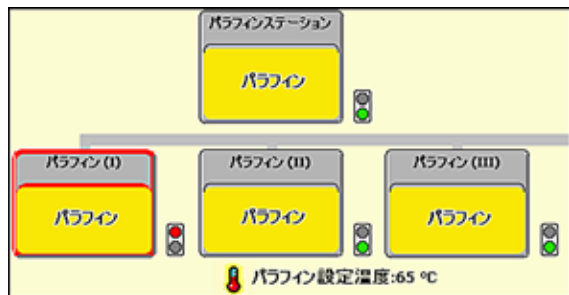

図 42
- スマート画面上の赤枠付きパラフィン槽アイコン (図 42) は、そのパラフィン槽が引き出されていることを表します。アイコン右下のインジケータ灯も赤になります。設定温度に達していない場合、または融解時間が経過していない場合も、信号灯は赤になります。